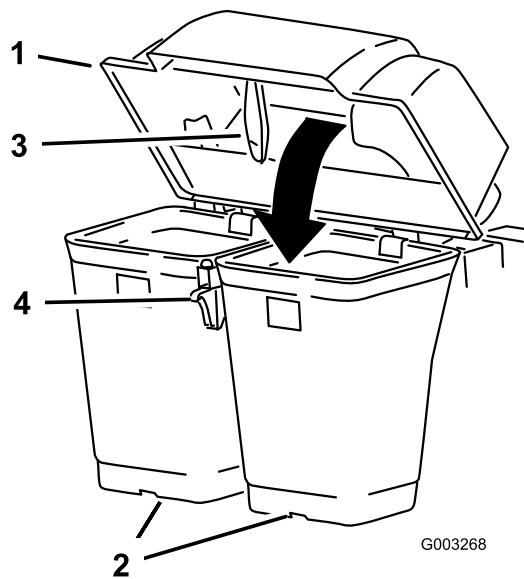
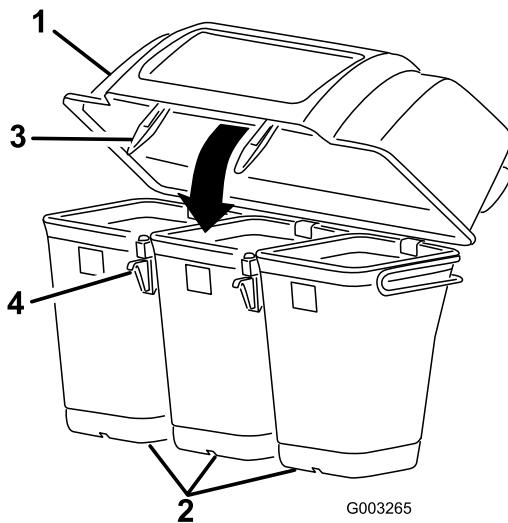

Figura 10
Figura 11
7. Abbassate il cofano sui cesti (Figura 10 o Figura 11).